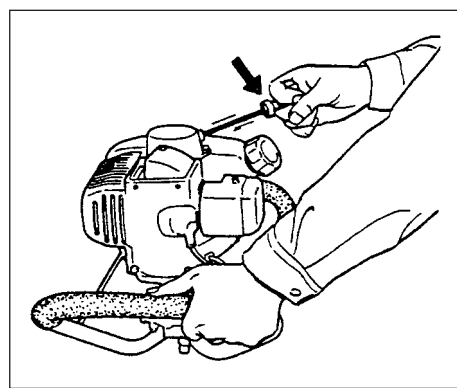

Рис. 2-4
4. Быстро потянуть возвратный стартёр, крепко удерживая рычаг в руке и не позволяя ему защёлкнуться назад. (Рис. 2-4)